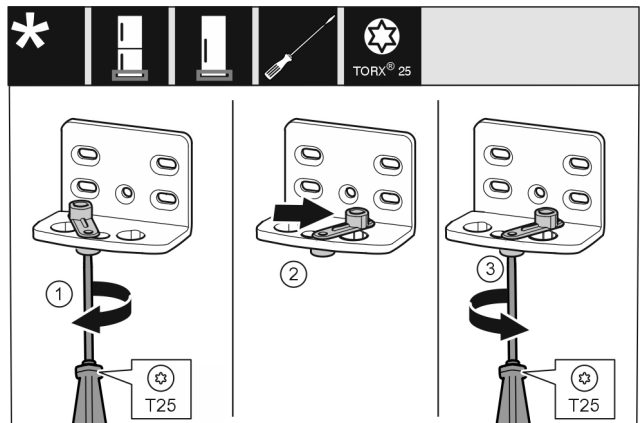

Fig. 14
- ▶ Skrutkovačom T25 voľne zaskrutkujte skrutku. Fig. 14 (1)
- ▶ Pomôcku na zatváranie dverí zdvihnite a otočte o 90° doprava v otvore. Fig. 14 (2)
- ▶ Skrutkovačom T25 pevne zaskrutkujte skrutku. Fig. 14 (3)